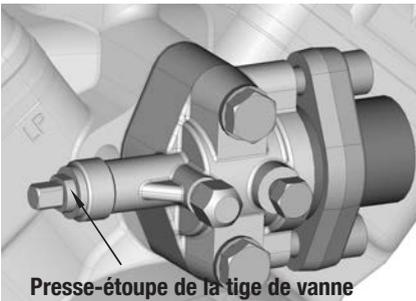

Fig. 11
- Si le point d'application de la force se déplace vers l'avant (voir fig. 11, petits points), la force  $F_{\max}$  diminue selon la formule suivante :